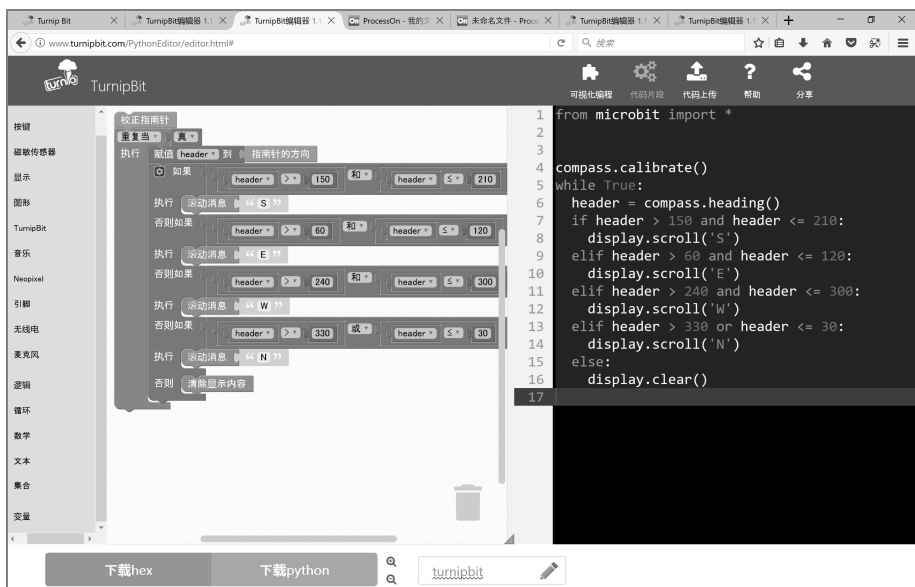

图 8-7 显示当前方向代码
③ 在四个“如果”条件中，分别设定为不同的方向，如图 8-7 所示。